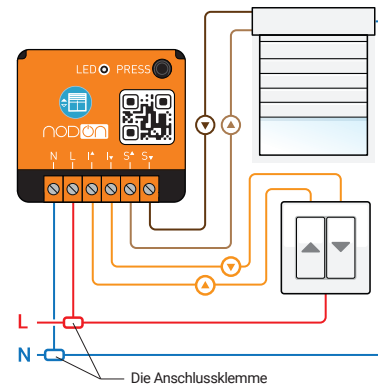

Abbildung 1
- Verdrahten Sie das Modul gemäß dem Schema der Abbildung 1.